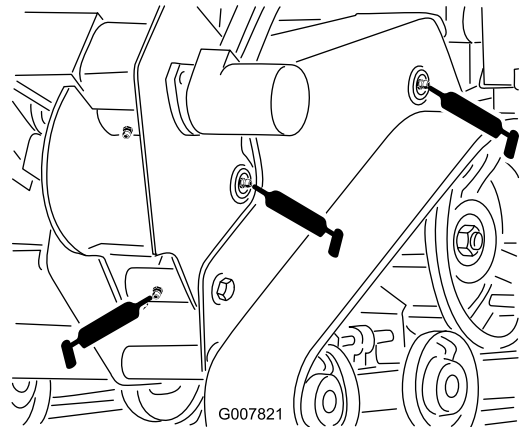
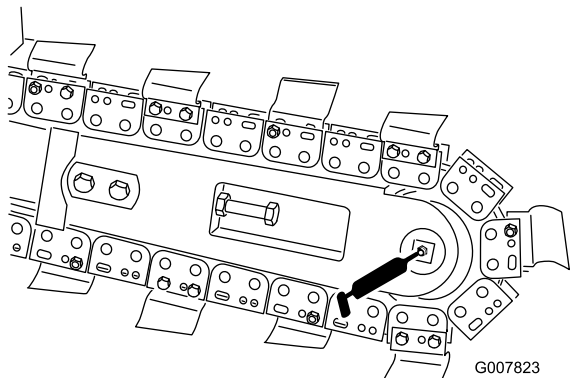

Bild 26
Bild 28
4. Setzen Sie die Fettpresse nacheinander an allen Nippeln an (Bild 26 und Bild 28).